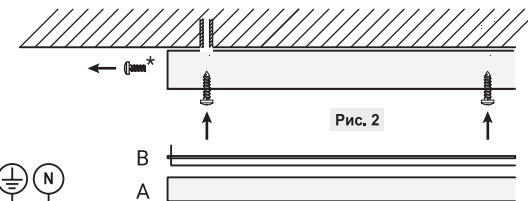

Рис. 2
- Пропустите кабель через отверстие в корпусе панели (Рис. 2).